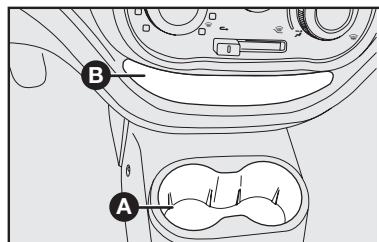

fig. 52
- en la parte central del tablero **B-fig. 52**;